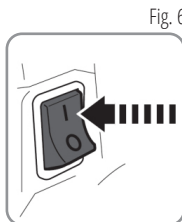

Fig. 6
2. L'interrupteur d'arrêt se trouve généralement en position « I », indiquant que l'allumage est activé et que le moteur est prêt à démarrer lorsqu'il n'est pas actionné. Si l'interrupteur d'arrêt est placé en position « 0 », l'allumage est désactivé. Après l'arrêt du moteur, l'allumage est automatiquement réactivé (Fig. 6).